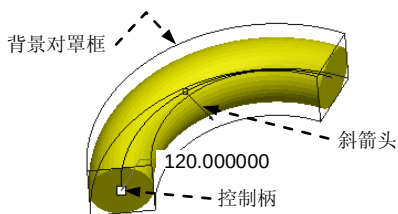

图 5.2.20 “折弯”环境中的各元素
- 拖动控制柄（图 5.2.20），可以控制折弯角度的大小。
- 拖动轴心点或拖动斜箭头（如图 5.2.20 所示），可以旋转背景对罩框。